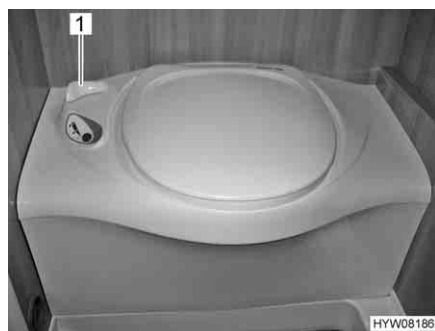

Fig. 256 Inodoro Thetford
- Antes del lavado, abrir la corredera del inodoro Thetford. Para ello, girar la palanca de corredera (Fig. 256,1) en sentido contrario a las agujas del reloj.
- Tras el lavado, cerrar la corredera. Para ello, girar la palanca de corredera (Fig. 256,1) en sentido de las agujas del reloj.